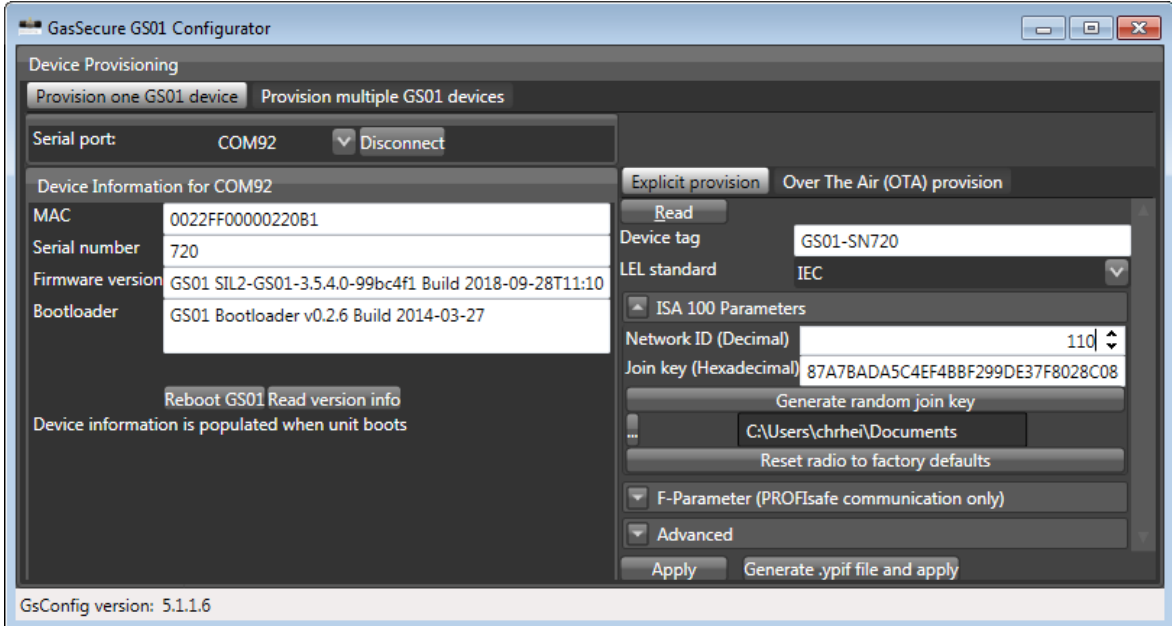

图 3-1: GS01 配置器
- b) 运行 GS01 配置器并选择正确的 COM 端口。保留默认模式“Provision one GS01 device”（配置一台 GS01 设备）。按“Connect”（连接）按钮并验证设备信息是否显示，请参阅图 3-1。如果设备信息未自动显示，请按“Read version info”（读取版本信息）按钮。按“Read”（读取）按钮，以便显示设备的当前配置状态。保持“明确规定”。
- c) 输入设备标签5和所需的十进制格式网络 ID6，请见图 3-1。
- 运行 GS01 配置器并选择正确的 COM 端口。保留默认模式“Provision one GS01 device”（配置一台 GS01 设备）。按“Connect”（连接）按钮并验证设备信息是否显示，请参阅图 3-1。如果设备信息未自动显示，请按“Read version info”（读取版本信息）按钮。按“Read”（读取）按钮，以便显示设备的当前配置状态。选择“无线电 (OTA) 规定”。